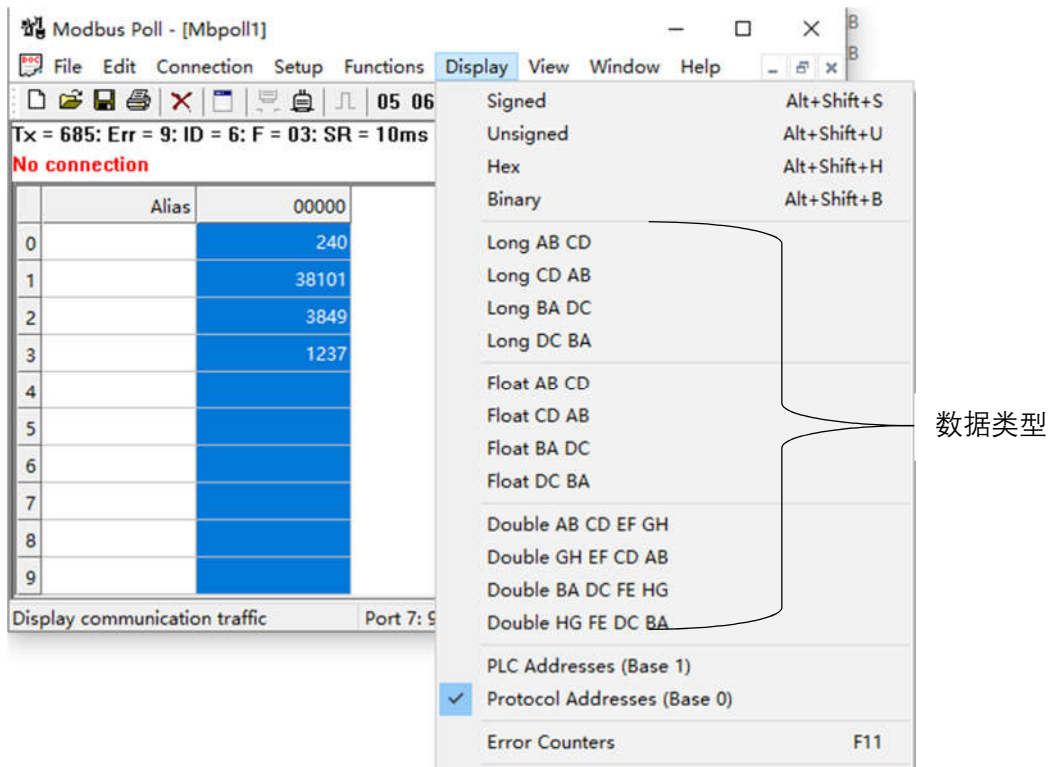

图 6-Display 菜单
1、如要更改数据的显示方式，可通过 Display 菜单修改，如图 6 所示：